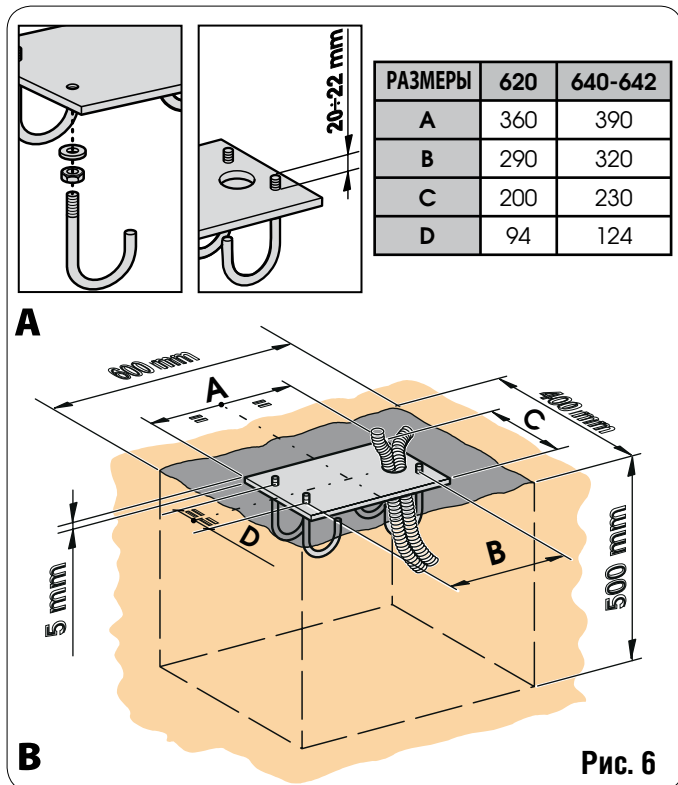

Рис. 6
2. Установите площадку, как показано на рис. 6 (b)